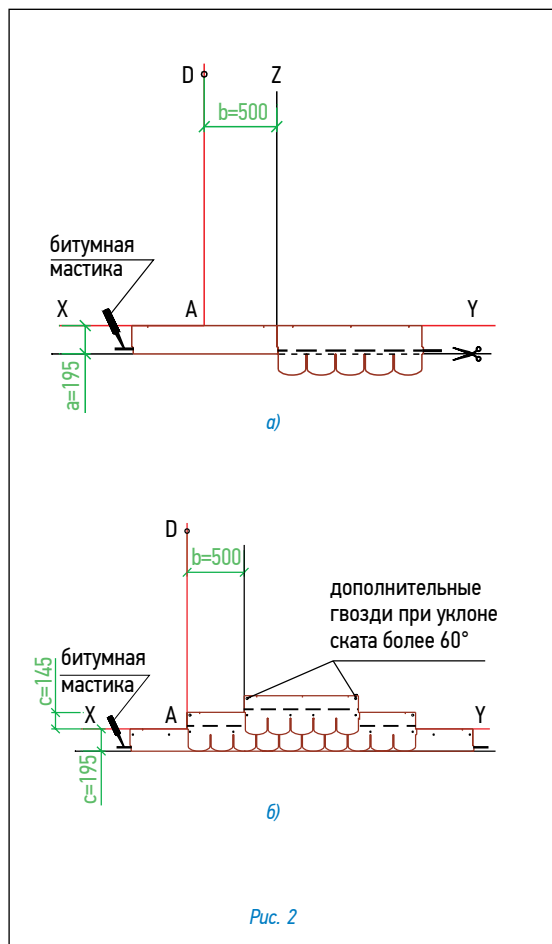

Рис. 2
### Укладка материала (рис. 2)
- Начальный ряд формируется из листов черепицы, обрезанных по линии, образованной конечными точками вырезов. Полученные таким образом полосы шириной 19,5 см укладываются по линии карниза в обе стороны от линии Z (рис. 2а) и фиксируются по нижнему краю битумной мастикой, а по верхней кромке 4 гвоздями (ось гвоздей на 5 см ниже верхнего края полосы);
- далее первый ряд черепицы укладывается от линии AD (рис. 2б);
- второй ряд укладывается от линии Z (со смещением 50 см от AD) (рис. 2б);
Каждый лист черепицы крепится 4 гвоздями в штатных местах таким образом, чтобы гвоздь прошивал и верхний край нижележащего листа черепицы (рис. 2б).